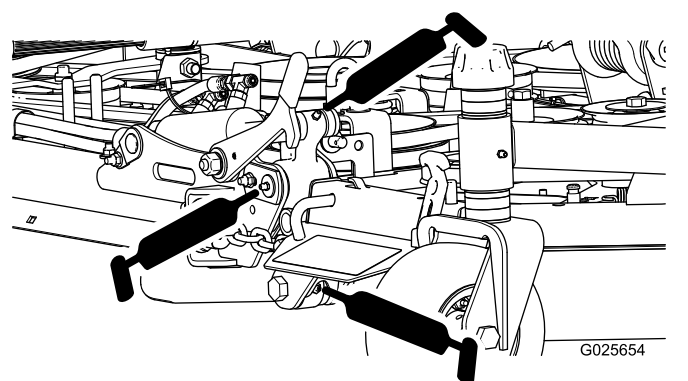

Figure 18
- Charnières de plateaux latéraux (10) (Figure 18)